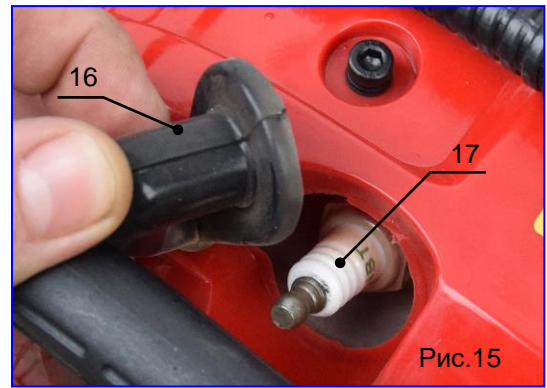

Рис.15
- Снять штекер (поз.16, рис.15) со свечи зажигания
- Выкрутить свечу (поз.17, рис.15) с помощью специального ключа.